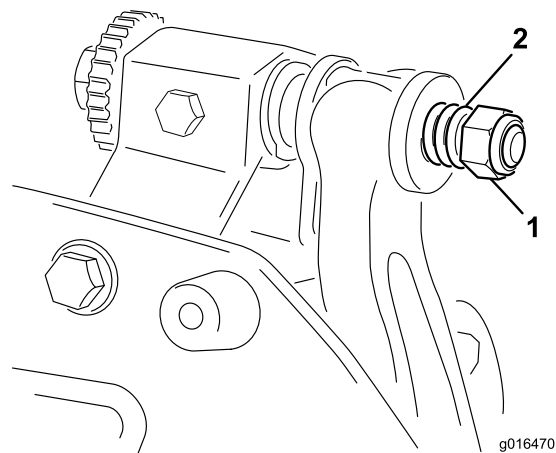

图 27
6. 旋紧弹簧加压螺母直到弹簧完全压紧然后往回松开 1/2 圈图 27。